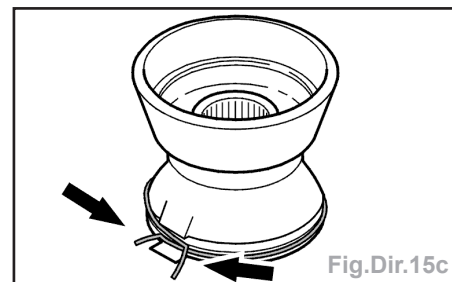

Fig.Dir.15c
- Retirez le clip de retenue entourant le soufflet de protection (fig.dir.15c)